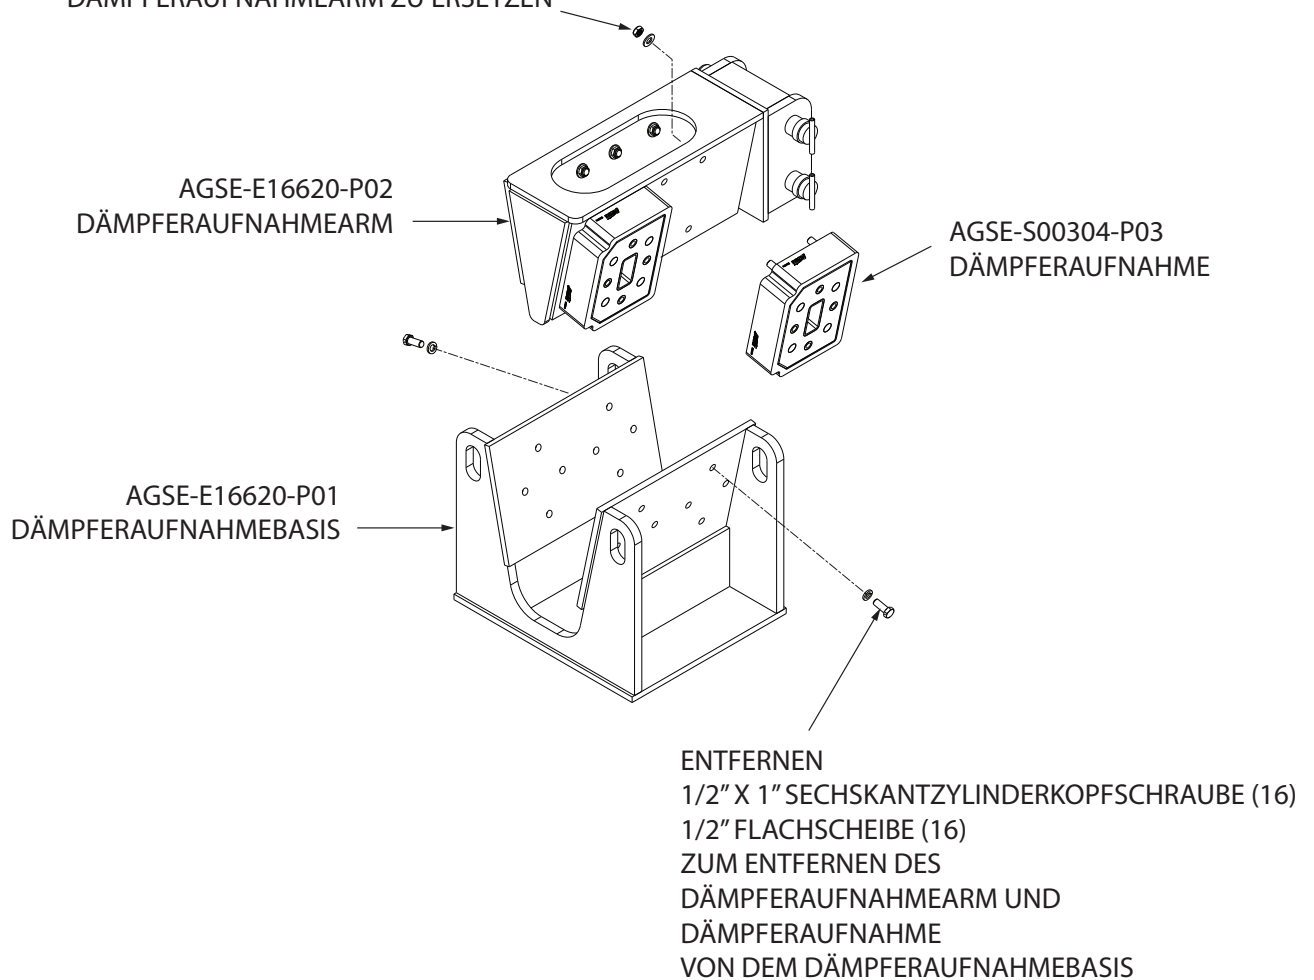

Abbildung 4.7-1 Shock Mount Replacement
1. Sechzehn (16) 1/2" x 1" Sechskantschrauben und sechzehn (16) 1/2" Unterlegscheiben (IPB Abbildung 16 - Pos. 6 und 7) entfernen, um den Dämpferaufnahmearm AGSE-E16620-P02 (IPB Abbildung 16 - Pos. 2) aus der Dämpferaufnahmebasis AGSE-E16620-P01 (IPB Abbildung 16 - Pos. 1) zu nehmen. (Grafik Abbildung 4.7-1).